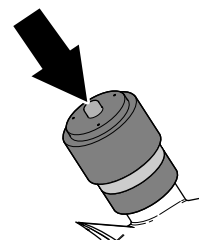

Рисунок 111
6. Если на индикаторе обслуживания отображается красная полоса, нажмите кнопку сброса на конце индикатора (Рисунок 111).